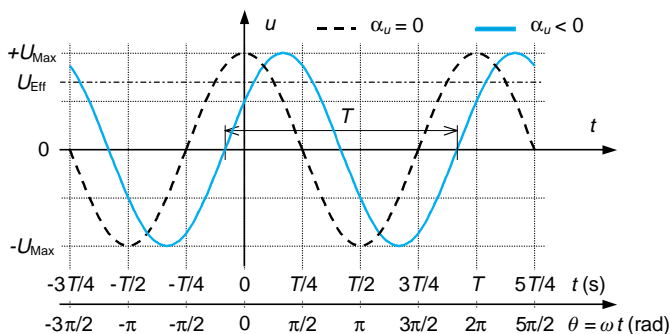

Figure 2.1 La tension en trait continu est en retard de phase sur la référence en trait pointillé
- **Expression temporelle d'une tension sinusoidale** (Fig. 2.1 et Fig. 2.2)